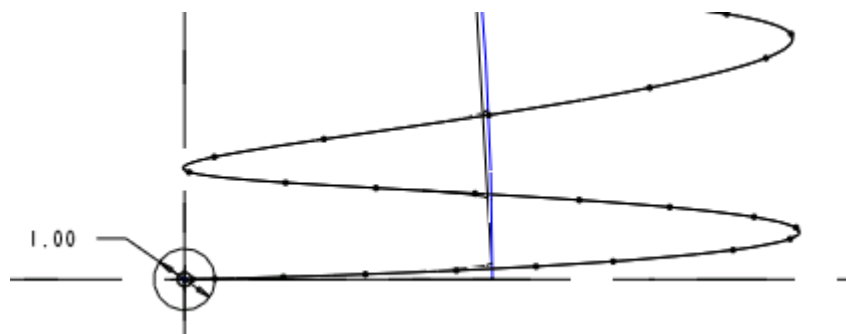

图 44-13
- (4) 单击【方向】菜单中的【正向】，系统进入草绘工作环境。
- (5) 绘制如图 44-13 所示的一个圆作为扫描截面。